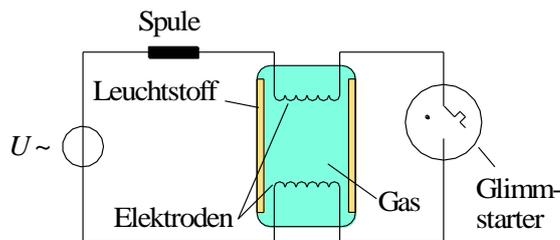

Abb. 15: Blockschaltbild einer Leuchtstofflampe.
Mit Hilfe eines Fotodetektors ist es möglich, den zeitlichen Verlauf einer Lichtintensität  $I(t)$  in ein dazu proportionales Spannungssignal  $U(t)$  umzuwandeln. Mit dem zur Verfügung stehenden Fotodetektor soll der zeitliche Verlauf der Lichtintensität einer an das Stromnetz (50 Hz Wechselspannung) angeschlossenen Glühlampe und einer Leuchtstofflampe (Abb. 15) mit dem Oszilloskop gemessen werden (Frequenz, Amplitude, Signalform (Skizze)). Dabei soll insbesondere auf charakteristische Unterschiede in den Signalen beider Lampen geachtet werden.
- Abb. 15 zeigt das Blockschaltbild einer Leuchtstofflampe. Wie funktioniert die Lampe prinzipiell? Worin besteht der wesentliche Unterschied zu einer Glühlampe?